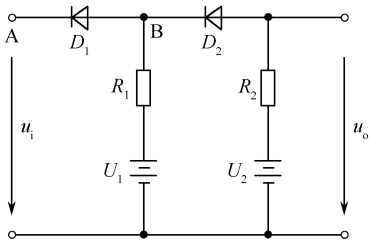

图 2-18 习题 2.4 图
2.4 如图 2-18 中, D_1 、 D_2 均为理想二极管, 直流电压 $U_1 > U_2$, u_i 、 u_o 是交流电压信号的瞬时值。试求: